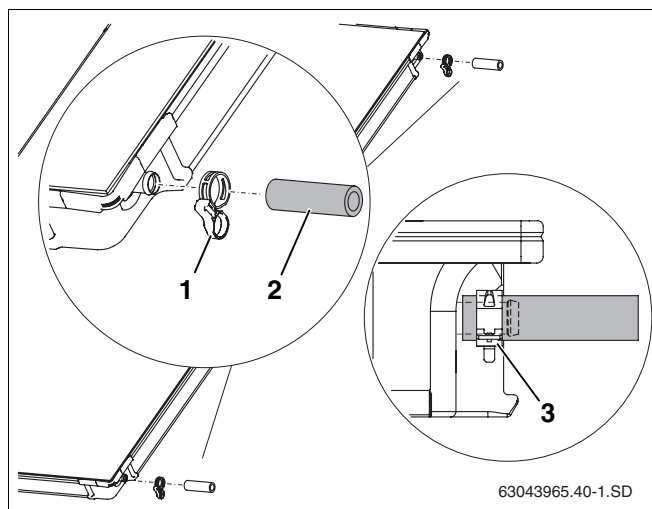

Fig. 39 Premontaggio del kit di collegamento al secondo collettore
- Spingere i tubi di gomma 95 mm per solare (fig. 39, **pos. 2**) sui raccordi di destra del secondo collettore e di tutti quelli successivi.
- Far scorrere le fascette elastiche (fig. 39, **pos. 1**) sul tubo di gomma per solare (la seconda fascetta assicura successivamente il collegamento dell'altro collettore).
- Quando la fascetta elastica è ben posizionata nella sua sede, tirare l'anello di sicurezza per fissare il collegamento (fig. 39, **pos. 3**).